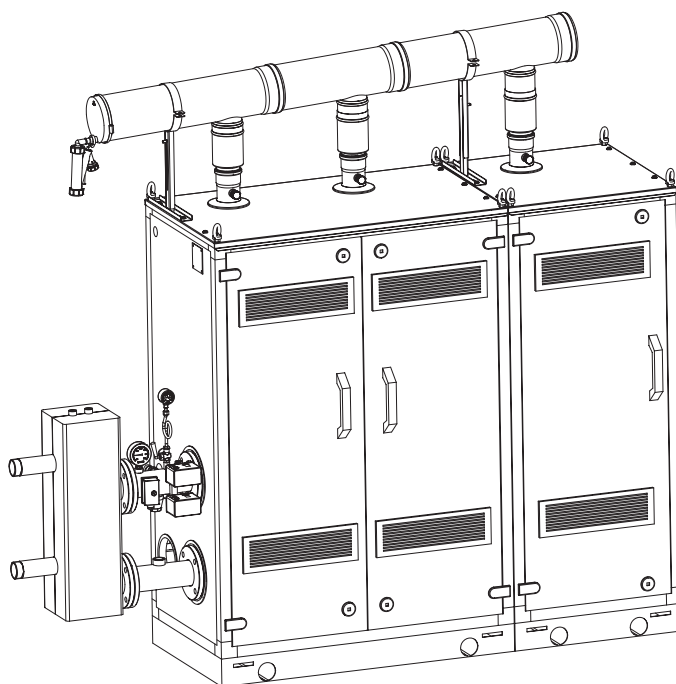

Рис. 6
2.7 НАБОР КОЛЛЕКТОРА ДЫМОВ ДЛЯ ВНУТРЕННЕЙ УСТАНОВКИ (рис. 6)
Для этого типа установки руководствоваться рис. 6. Указанные решения оснащены